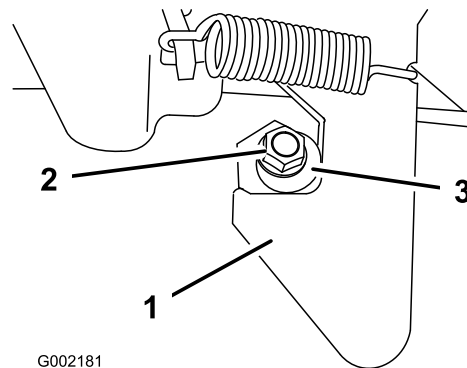

Bild 74
- Lösen Sie die Sicherungsmutter am Ende der Riegelstrebe (Bild 74).
- Drehen Sie die Riegelstrebe nach rechts, bis sie bündig mit dem Hakenteil des Riegels ist (Bild 74).